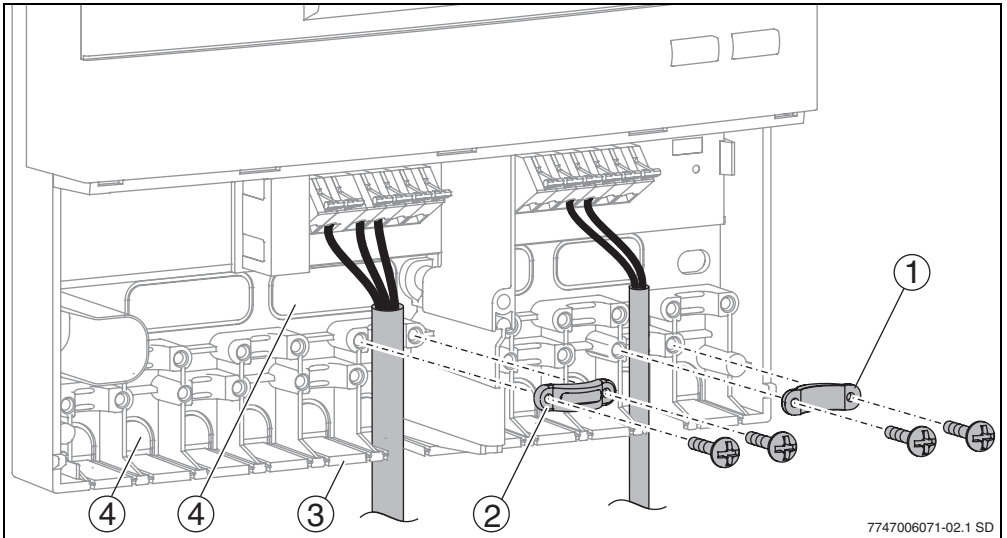

Bild 5 Durchführung und Befestigung der Kabel
Die Kabel können je nach Montagesituation von hinten (→ Bild 5, Pos. 4) oder von unten (→ Bild 5, Pos. 3) ins Gehäuse geführt werden.
- ▶ Kabeldurchführung (→ Bild 5) mit Messer heraustrennen, damit keine scharfen Kanten bleiben.
- ▶ Kabel mit der entsprechenden Zugentlastung (→ Bild 5, Pos. 2) sichern. Die Zugentlastung kann auch gedreht montiert werden (→ Bild 5, Pos.1).